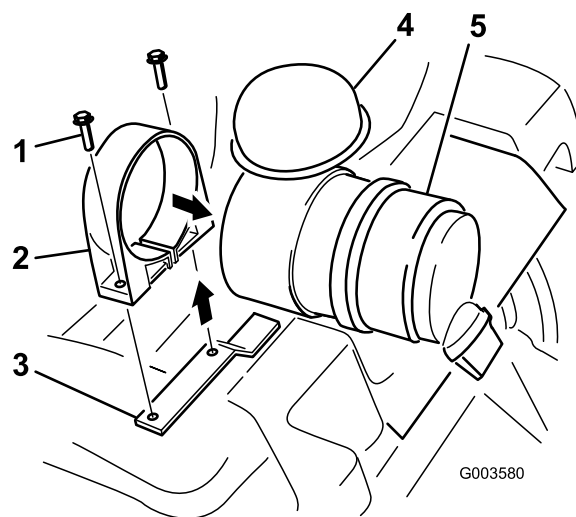

Figura 4
6. Abra la brida del limpiador de aire y pásela por encima del extremo del cartucho, donde se retiró el filtro (Figura 4).